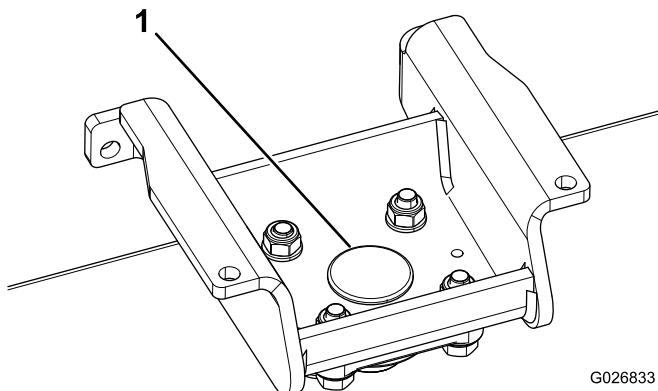

Figure 7
8. Placez une bague dans le côté supérieur du trou de chaque support de rouleau, comme montré à la Figure 7.